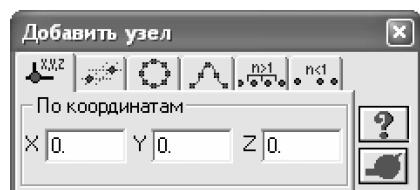

Рис.5.3. Диалоговое окно
- Вызовите диалоговое окно **Добавить узел** с помощью меню **Схема ⇒ Корректировка ⇒ Добавить узел** (кнопка  на панели инструментов) (рис.5.3).